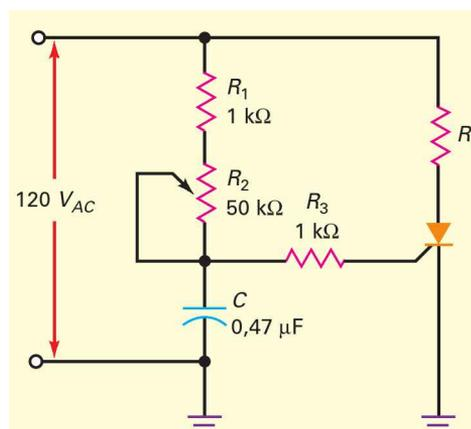

Figure 13.43
- 13.12** Si la résistance R_2 sur la figure 13.43 est fixée à 4,6 kW, quelles sont les valeurs approximatives des angles d'amorçage et de conduction du circuit ?
- 13.13** Lorsqu'on fait varier la résistance R_2 sur la figure 13.43, quelles sont les valeurs minimale et maximale de l'angle d'amorçage ?
- 13.14** Quelles sont sur la figure 13.43 les valeurs minimale et maximale de l'angle de conduction ?